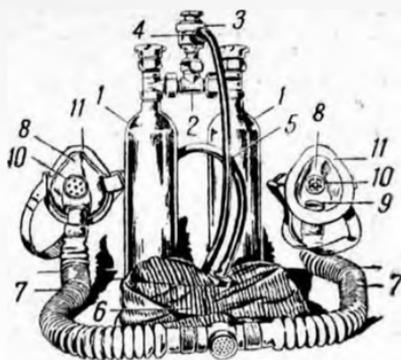

Рис. 173. Ингалятор:
**Приборы для искусственного дыхания.** Для оказания помощи пострадавшим со слабым дыханием и при отравлении имеется на машине ингалятор (рис. 173) — прибор для дыхания воздухом с большим содержанием кислорода. Ингалятором можно оказывать помощь одновременно двум пострадавшим. Количество засасываемого инжектором воздуха регулируется барабаником, движущимся по резьбе инжектора. На стенке